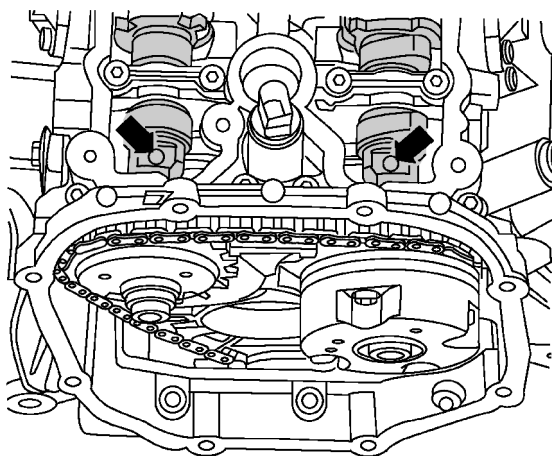

图 1-3-15 凸轮轴里的螺纹孔指向
- 4) 凸轮轴里的螺纹孔必须指向上面, 如图 1-3-15 箭头所示。
13) 沿发动机转动方向将曲轴及适配接头 T40058 转动 2 圈箭头, 直至曲轴重新到达上止点。此时凸轮轴里的螺纹孔必须指向上面 (见图 1-3-15)。如无意间转过了上止点, 则重新将曲轴转回约 30° , 并重新转到上止点。